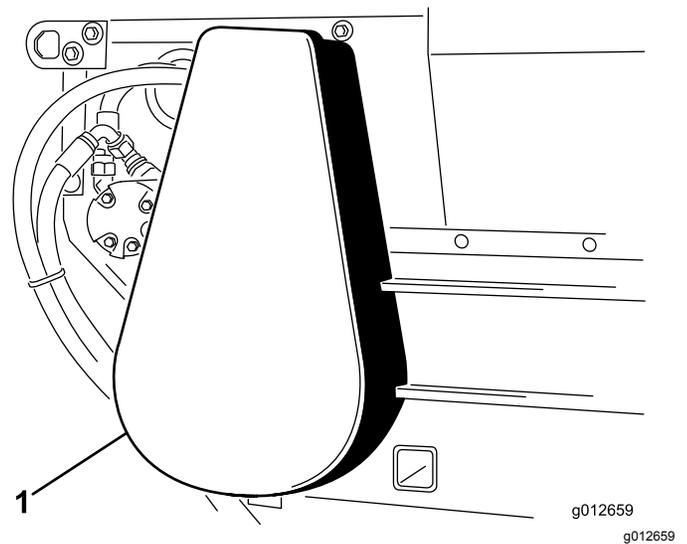

Рисунок 18
2. Снимите кожух цепи (Рисунок 18).
6. Установите крышку цепи (Рисунок 18).